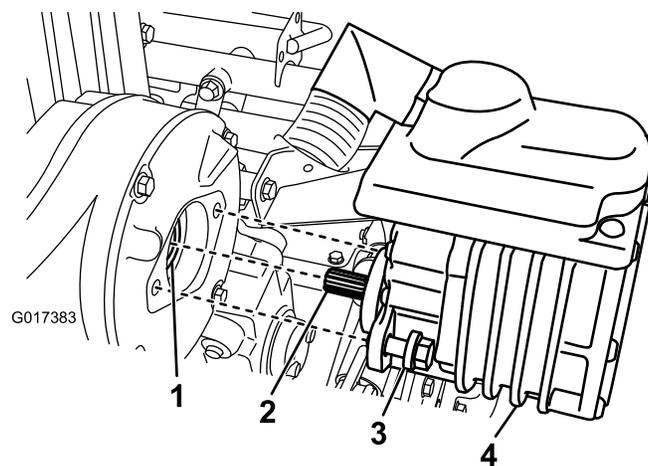

Figura 35
2. Retire los 2 pernos que sujetan el motor a la carcasa de la transmisión (Figura 35).
4. Añada una o dos aplicaciones de grasa con una pistola de engrasar al acoplamiento hembra de la carcasa de la transmisión (Figura 35).